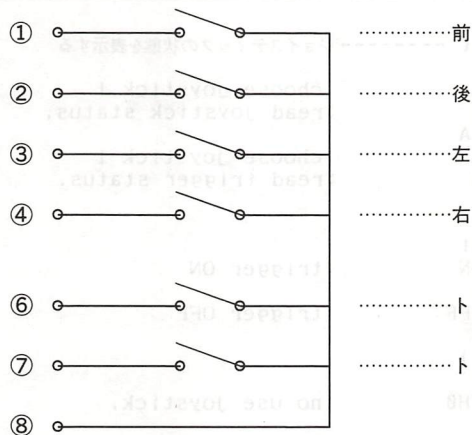

図5.23 ジョイスティック回路図
ジョイスティックの回路を図 5.23 に示します。この回路からわかるように、⑧番端子に“0”を出力し、①~④、⑥~⑦の端子を読み出せば、スティックとトリガボタンの情報は得られますが、プログラムの移植性を考慮すると、ジョイスティックのアクセスはやはり BIOS を利用して行う方が無難でしょう。